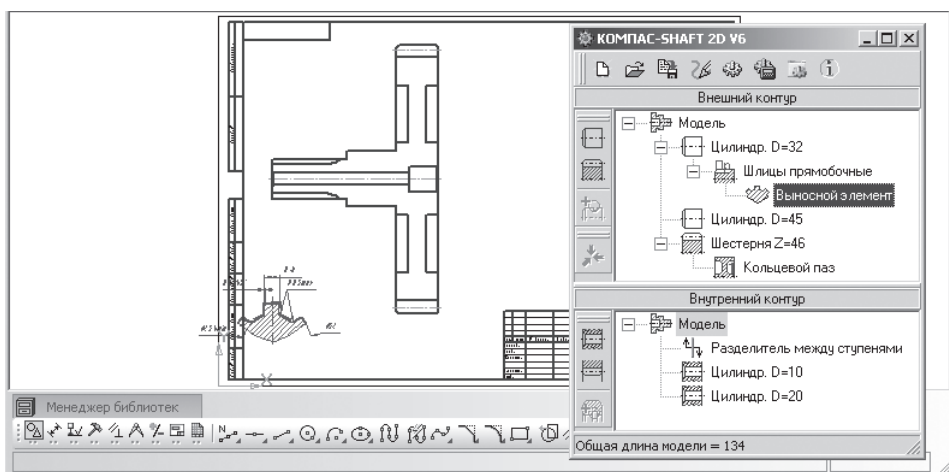

Рис. 3.41. Первоначальное размещение на чертеже выносного элемента
- щелкните по кнопке **Применить**, а затем по кнопке **ОК**. Появится на чертеже искомый **Выносной элемент** – **Профиль внешних прямобоочных шлицев**, см. рис. 3.41, но часто не в том месте, где он нужен. В верхнем окне **Внешний контур** появится пункт **Выносной элемент**;
- Щелкните в главном окне системы КОМПАС-SHAFT 3D V6 в верхнем окне **Внешний контур** (см. рис. 3.41) по пункту **Шестерня Z = 46**. Этот пункт выделится;